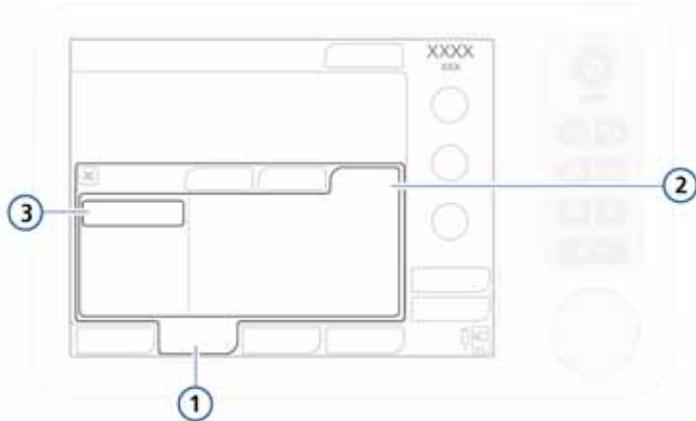

図 3-8. データ転送ウィンドウ 1
2. [ユーティリティ] -> [データ転送] ウィンドウ (図 3-8) を開き、[USB へのコピー] を選択します。